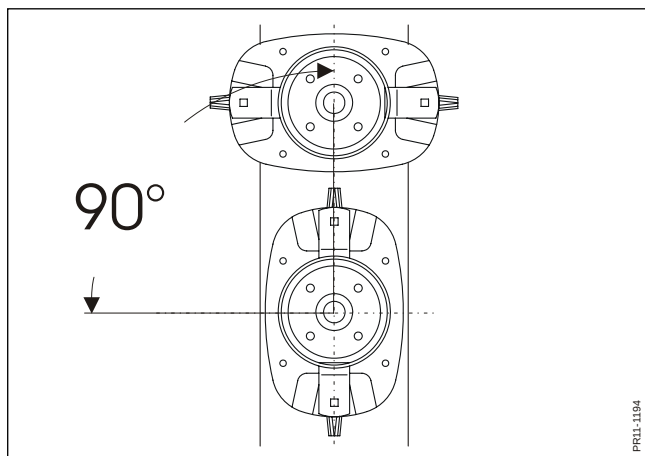

Fig. 5-14
- Fig. 5-14** Falls die Scheiben abmontiert waren, müssen sie wieder um 90° versetzt gegenüber der daneben liegenden Scheibe montiert werden.